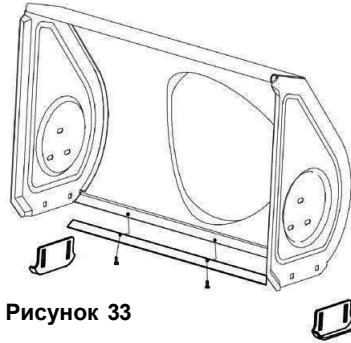

Рисунок 33
2. Установите новые ограничительные башмаки, и затяните четыре болта (по два с каждой стороны) и шестигранные гайки. См. Рисунок 33.
2. Установите новую режущую пластину так, чтобы головки болтов были внутри корпуса. Крепко затяните. См. Рисунок 33.